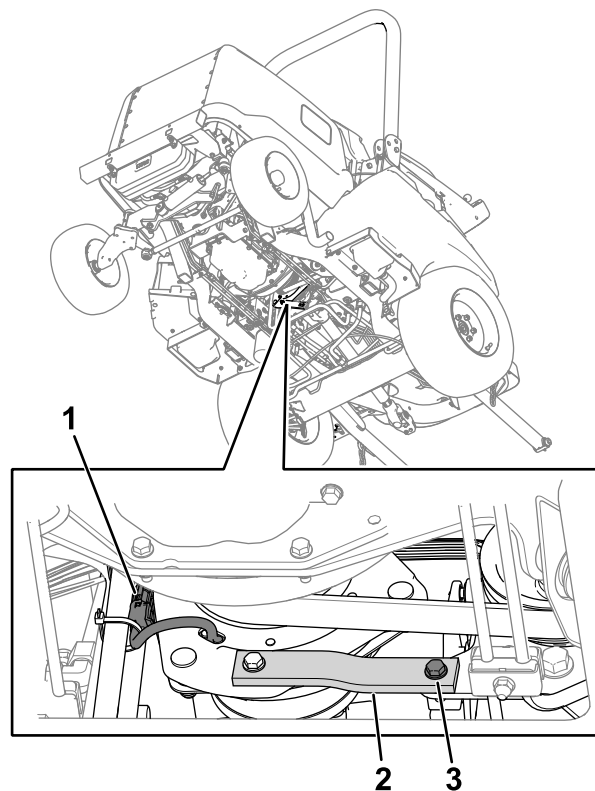

Figura 72
3. Rimuovete il bullone, la rondella e il dado dal cinghiolo in gomma (Figura 72) sul telaio.
2. Scollegate il connettore del cablaggio preassemblato della frizione dal cablaggio preassemblato della macchina (Figura 72).